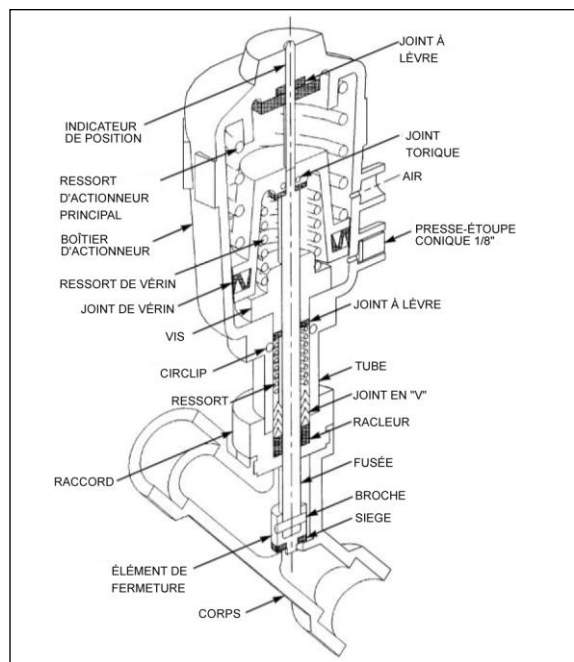

FIGURE 56 : SOUPAPE PNEUMATIQUE DU DÉBIT D'EAU CHAUDE DE L'UNITÉ DES PASSAGERS
2. La soupape du débit d'eau n'a pas besoin d'être séparée du tuyau. Dévisser le raccord ; le boîtier, le tube, la tige et l'obturateur de l'actionneur peuvent être démontés (Figure 56).
2. Serrer la tige en place dans la cavité de la carrosserie conformément à la Figure 56. Fixer l'électrovanne pilote à la soupape pneumatique du débit d'eau. Reconnecter la pression d'alimentation en air et le courant électrique de l'électrovanne pilote.